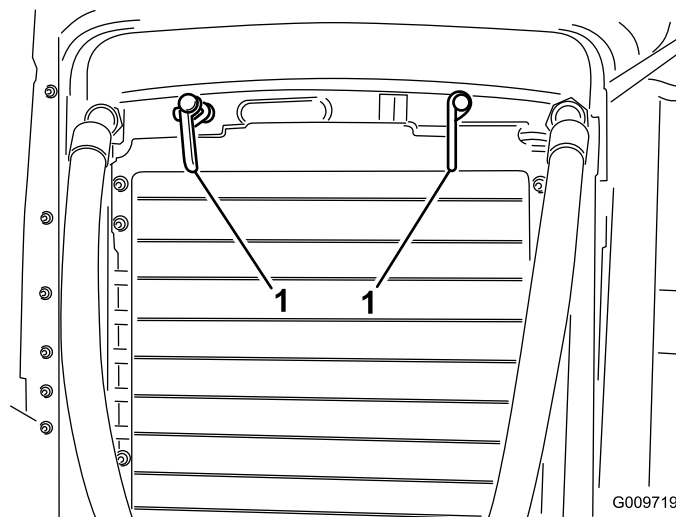

図 75
2. ラッチ（図 75）を回して、オイルクーラをフレームから外す。